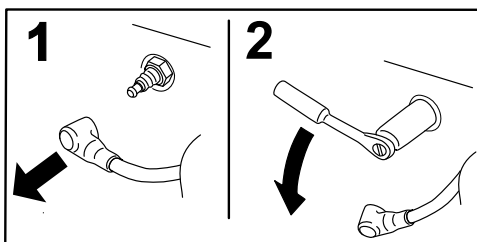

Bild 42
5. Nehmen Sie die Zündkerzenkappen von der Zündkerzen ab (Bild 42).